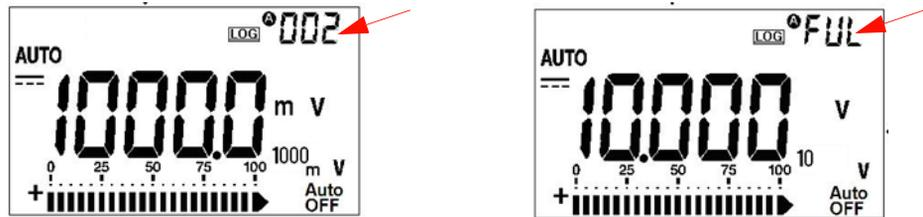

Figure 2-2 Affichage de la consignation par intervalles
- Le résultat s'enregistre automatiquement dans la mémoire à chaque intervalle défini dans le mode de configuration (voir Figure 2-2).